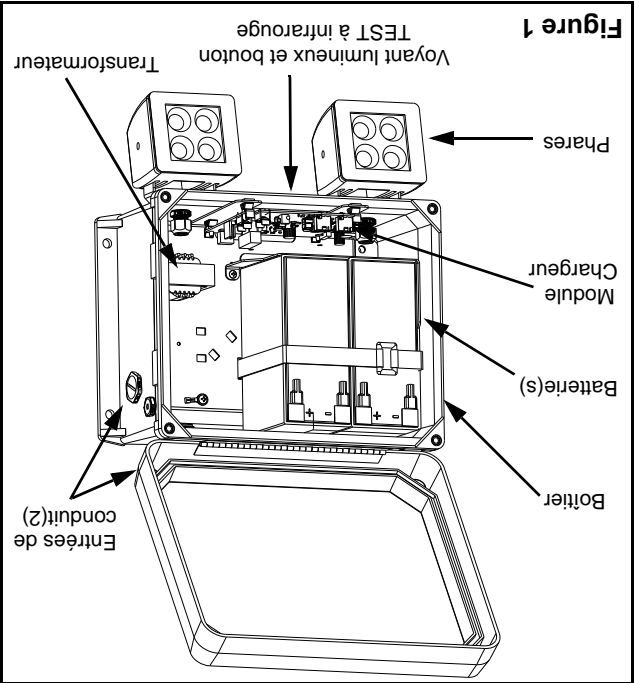

Figure 1
2. Ouvrir le couvercle (Figure 1).